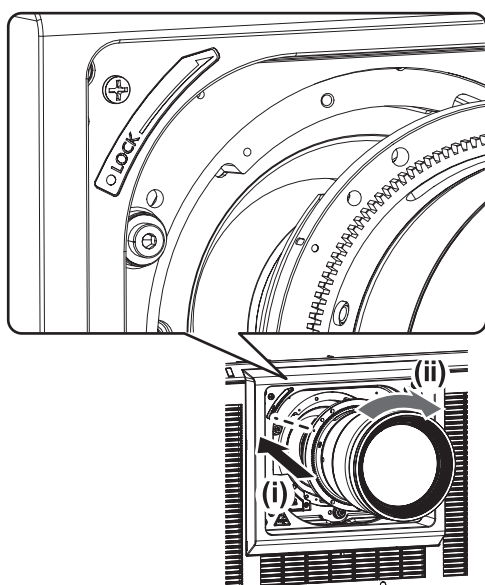

Fig. 3
- 3) **Insérez l'objectif de projection en alignant son repère (orange) sur le repère du projecteur (○ à gauche de LOCK), puis tournez dans le sens horaire jusqu'au déclic. (Fig. 3)**
4) Fixez le cache pour orifice d'objectif. (Fig. 3)